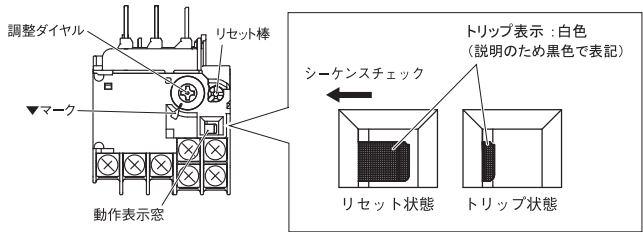

図1
(3) シーケンスチェック【図1】
(4) リセット方法【図1】